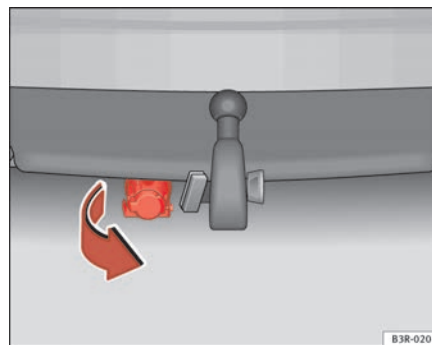

Fig. 163 Pá-choques traseiro: Rodar para baixo a tomada para o reboque ►
- Vire para baixo a tomada que se encontra sob o pára-choques, para ligar os cabos do reboque ⇒ página 210, fig. 163.